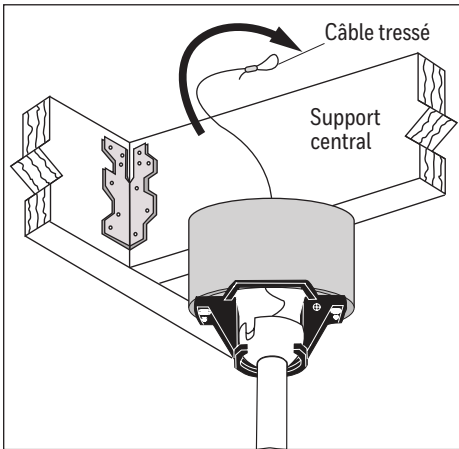

Figure 4.1
1. Faites passer la boucle du câble tressé préassemblé à l'ensemble moteur à travers la boîte de sortie fixée au plafond (Figure 4.1).